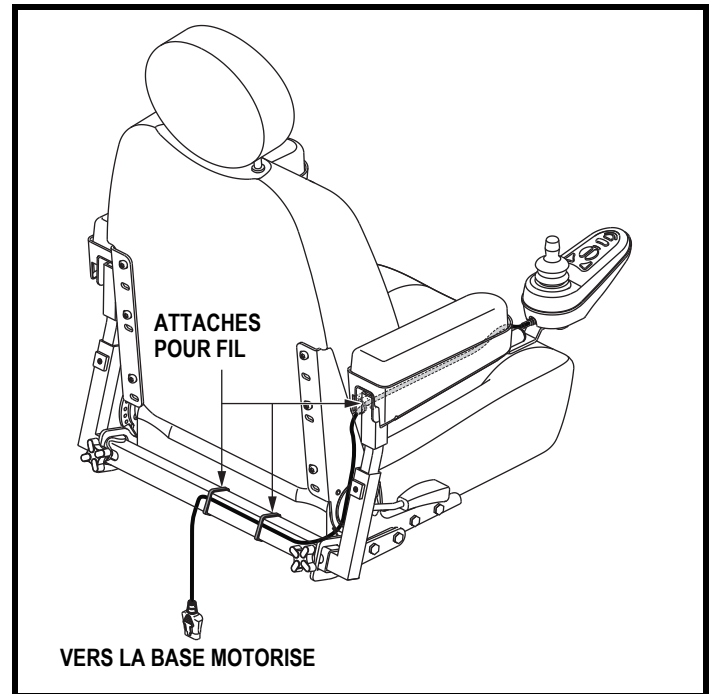

Figure 10. Emplacement du câble du module de contrôle
8. Fixez le câble du contrôleur sous l'accoudoir avec des attaches pour fil. **Voir la figure 10.**
11. Fixez le câble du contrôleur sur l'accoudoir avec des attaches pour câble. **Voir la figure 10.**